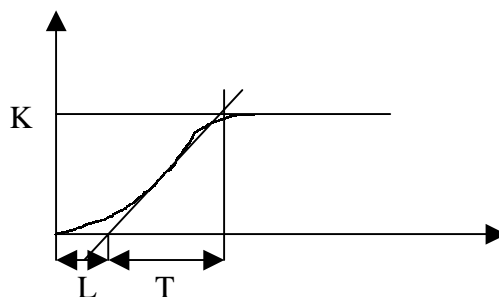

Figura 1: Método de sintonização de Ziegler-Nichols em Malha Aberta
- O método de sintonização de Ziegler Nichols em malha aberta só pode ser aplicado a plantas que não envolvam nem integradores, nem pólos complexos conjugados. Caso as condições anteriores se confirmem, então a curva da resposta a degrau assemelhar-se-á a uma curva em forma de S, tal como é apresentada na figura 1. Caso a curva não tenha esta forma, então este método de sintonização não se pode aplicar.
- Estas curvas são caracterizadas por um tempo de atraso L e uma constante de tempo T , tal como é apresentado na figura 1.